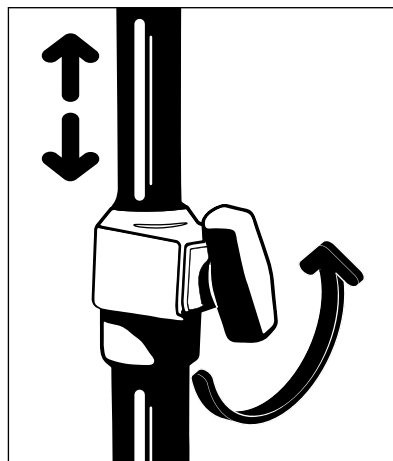

Figure 24 – Réglage du support de perfusion
1. Tourner la poignée de réglage télescopique dans le sens antihoraire pour déverrouiller le support de perfusion (Figure 24).
4. Tourner la poignée de réglage télescopique dans le sens horaire pour verrouiller le support de perfusion (Figure 24).